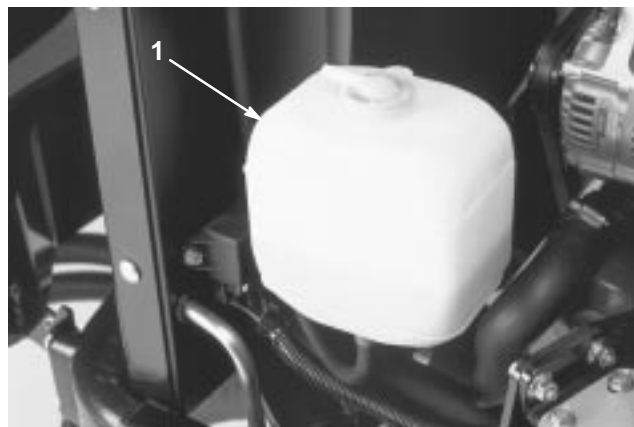

Figure 19
1. Vérifiez le niveau du liquide de refroidissement dans le vase d'expansion (Fig. 19). Quand le moteur est froid, le niveau du liquide de refroidissement doit se situer à peu près entre les deux repères qui figurent sur le côté du réservoir.